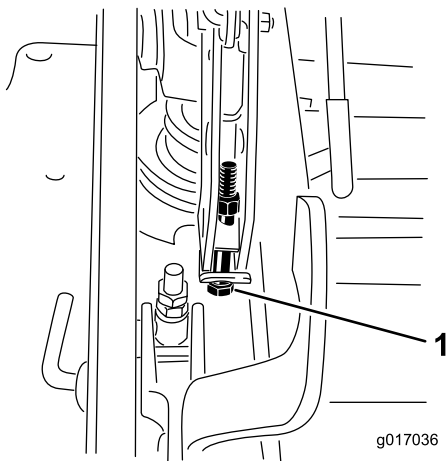

Bild 96
13. Wenn das Mähwerk zu niedrig ist, drehen Sie die zentrale Einstellschraube nach rechts, um sie anzuziehen. Wenn das Mähwerk zu hoch ist, drehen Sie die zentrale Einstellschraube nach links, um sie zu lösen (Bild 96).